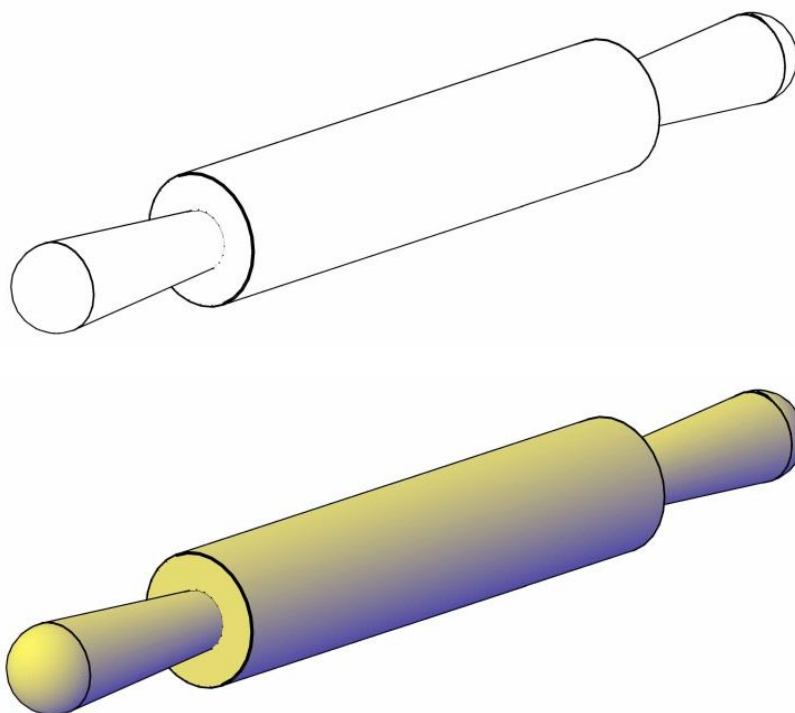

Рис. 1
1. По данному образцу (Рис. 1) разработайте технологическую карту (Таблица 1) по изготовлению скалки;